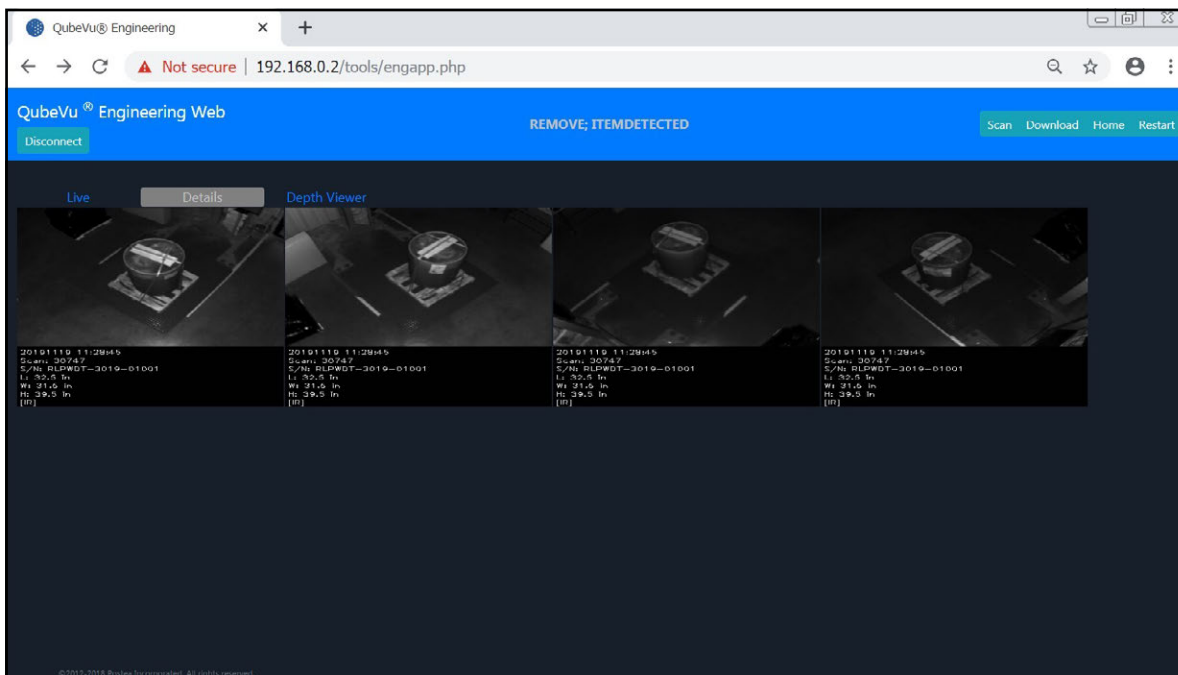

Abbildung 12-1. Engineering-Anwendung
**HINWEIS:** **Connect** befindet an der gleichen Stelle wie **Disconnect**. **Abbildung 12-1** dient als Referenz.
**HINWEIS:** **Details** ist eventuell erst dann verfügbar, wenn das Gerät ein Objekt erfasst hat. **Abbildung 12-1** dient als Referenz.